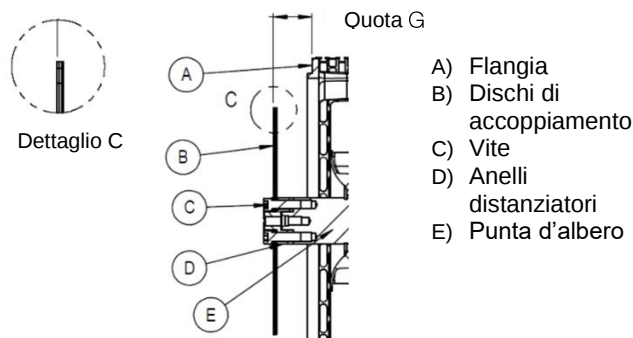

Figura 4.13 – Procedura per la variazione della dimensione G
Per questo, è sufficiente rimuovere o aggiungere gli anelli distanziatori (D), come indicato in Figura 4.13.